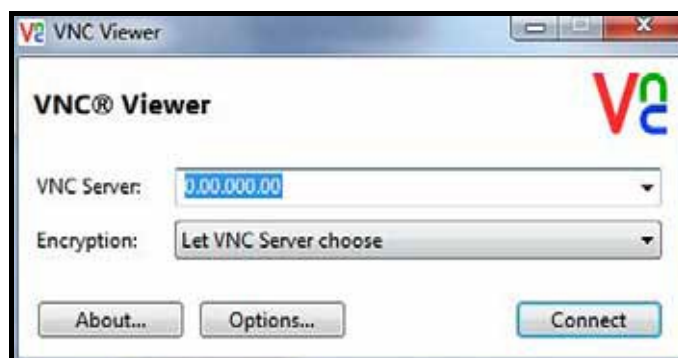

図74 : VNCビューア (VNC Viewer) 画面
5. PC から RedVNC ウェブサイトを表示し、VNC Viewer をダウンロードします。つぎに VNC Viewer を開始し、メッセージの表示が出たら、記録した moisture.IQ の IP Address を入力します（下図 74 参照）。Connect ボタンをクリックします。